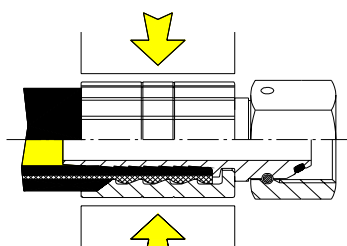

Fig.5
4. Pressare la boccola sul tubo con gli appositi morsetti al diametro di pressatura indicato nelle tabelle di assemblaggio (Fig.5).
5. Pressare la boccola sul tubo con gli appositi morsetti al diametro di pressatura indicato nelle tabelle di assemblaggio (Fig.5).
4. Press the ferrule onto the hose with the suitable machine up to the crimping diameter indicated in the assembly tablesheets (Fig. 5).
5. Press the ferrule onto the hose with the suitable machine up to the crimping diameter indicated in the assembly tablesheets (Fig. 5).